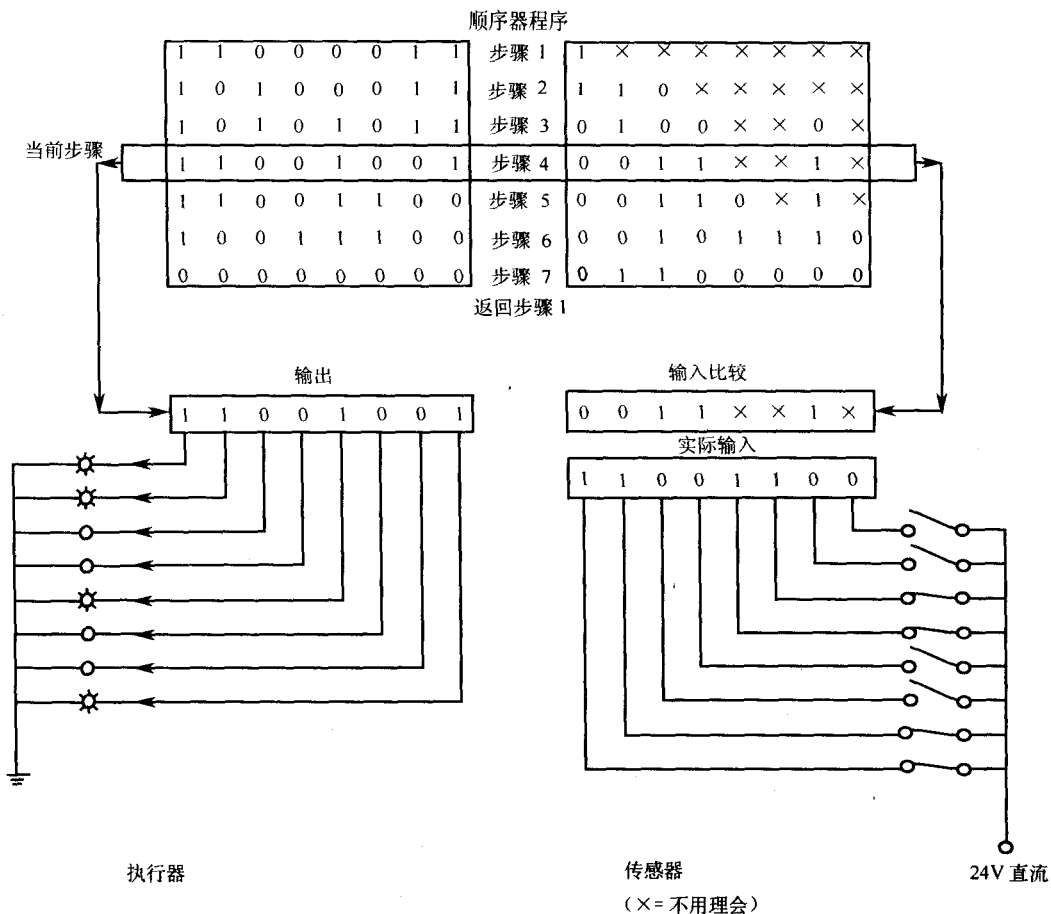

图 1-7 基于事件的顺序器
- 2) 在基于事件的顺序器中,如图 1-7 所示,程序员为每个输出数据字输入一个输入数据字。在输出一个数据字后,顺序器比较输入数据字及相应的传感器的开关状态模式。当输入模式与输入数据字相匹配时,则输出下一个输出数据字。(一个错误输入会导致基于事件的顺序器完全失效。)